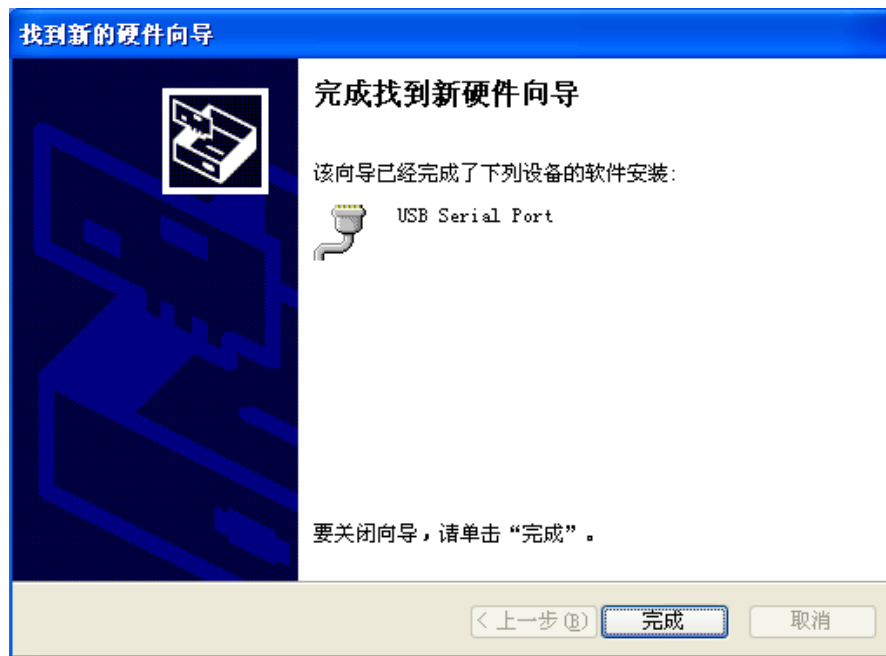

图 2-19
- ◆ 图 2-19 显示 Windows XP 复制所需要的驱动文件。